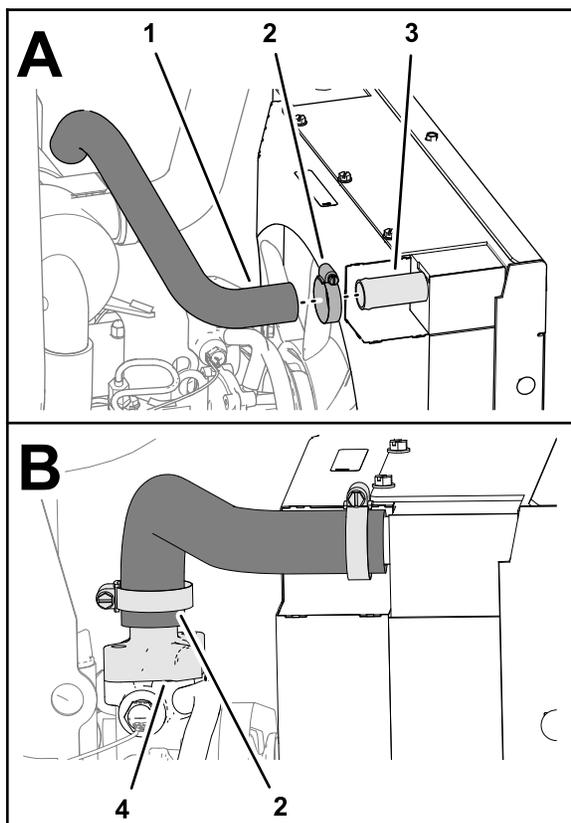

Figura 44
1. Monte sem apertar o tubo superior do radiador na entrada do radiador (Figura 44) com uma braçadeira de tubos que retirou em 5 Retirar as mangueiras hidráulicas (página 8).
2. Monte a outra extremidade do tubo superior do radiador na caixa do termostato do motor (Figura 44) com a outra braçadeira de tubos que retirou em 5 Retirar as mangueiras hidráulicas (página 8).